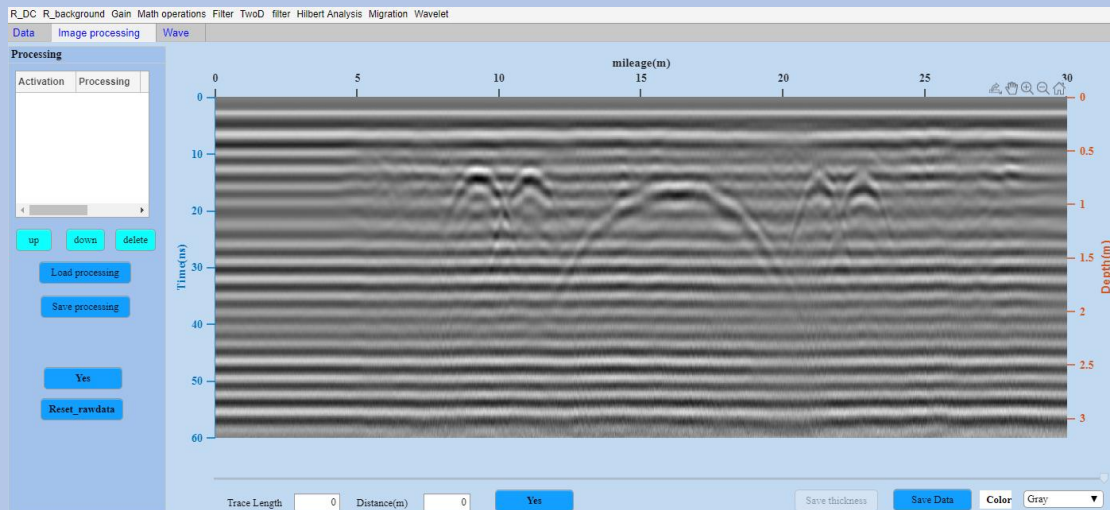

图 9-4 原始数据
(3) 切换到 Image processing 模块，可以观察到原始数据如 图 9-4。